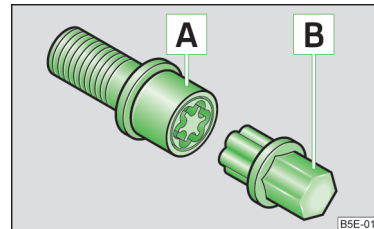

Fig. 151
- Introduceți adaptorul » fig. 151 cu partea zimțată până la limită pe dantura interioară a șurubului antifurt , astfel încât să se mai vadă doar partea sa hexagonală.